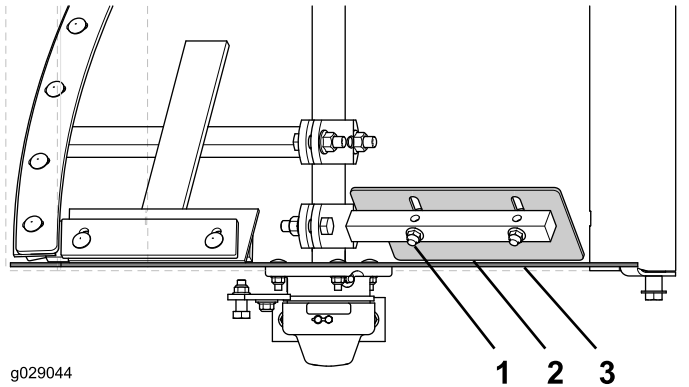

Figure 72
2. Desserrez les boulons de carrosserie et les contre-écrous à embase qui fixent la pale d'extrémité réglable à la pale fixe (Figure 72).